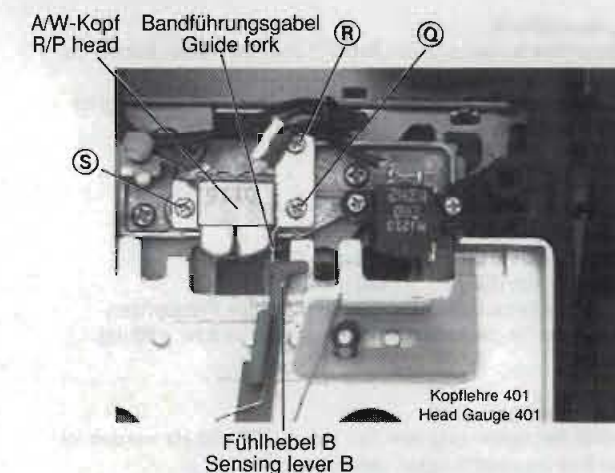

Abb. 15 Fig. 15
- Führen Sie den Fühlhebel B der Kopflehre zur Bandführungsgabel des A/W-Kopfes (Abb. 15).
- Move the sensing lever B of the head gauge towards the tape guide fork of the REC/PB-head (Fig. 15).